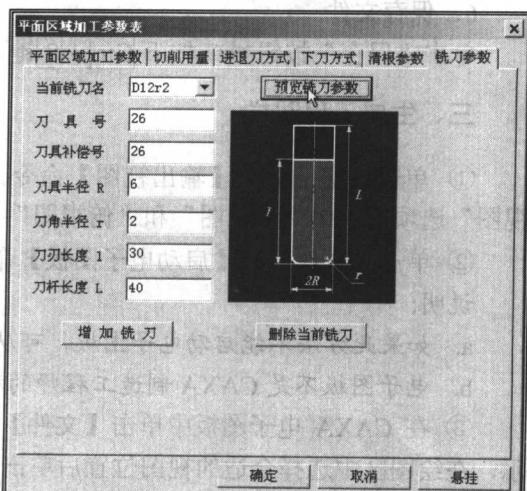

图 0-19 铣刀参数对话框
③ 单击“铣刀参数”选项页，单击增加铣刀按钮，在“当前铣刀名”输入框内键入“D12r2”，单击确定按钮，调整刀具半径为 6、刀角半径为 2，其余参数保持默认值，如图 0-19 所示。单击预览铣刀参数按钮，查看铣刀形状，单击确定按钮，完成加工参数设置。